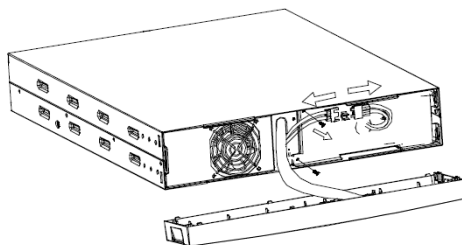

Figura 12: Distacco del collegamento a innesto delle batterie
2. Separare il collegamento a innesto della batteria (vedi Figura 12).